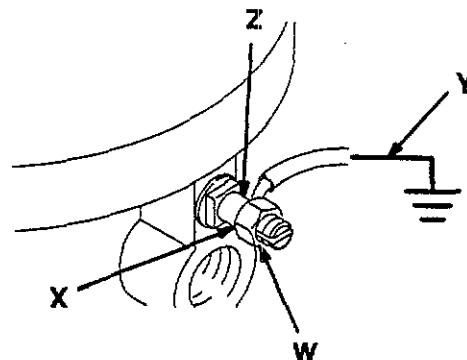

Fig 1
1. **Pumpen:** Använd endast jordade ledningar och klammer. Se fig 1.
För jordning av pumpen, lossa jordskruvens låsmutter (W) och bricka (X). Sätt in ena änden av en min 1,5 mm jordledning (Y) i spåret på jordskruven (Z) och dra åt låsmuttern ordentligt. Se fig 1. Anslut den andra änden av ledningen till riktig jord. Följ lokala bestämmelser. Se **TILLBEHÖR** på sid 18 beträffande jordledning och klammer.